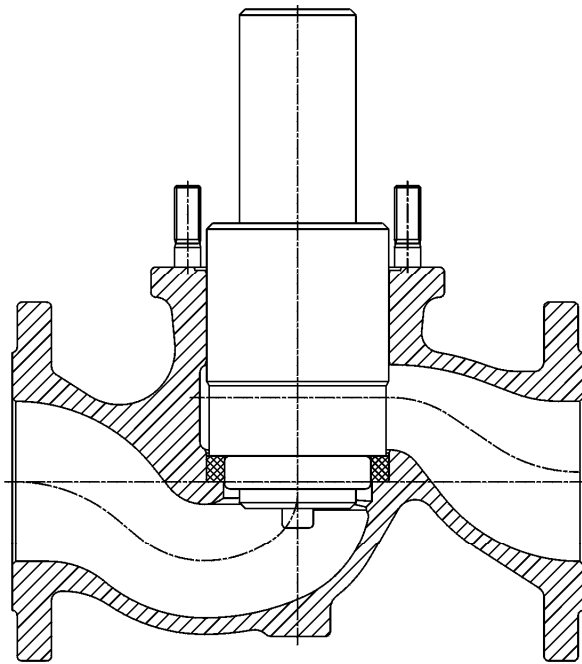
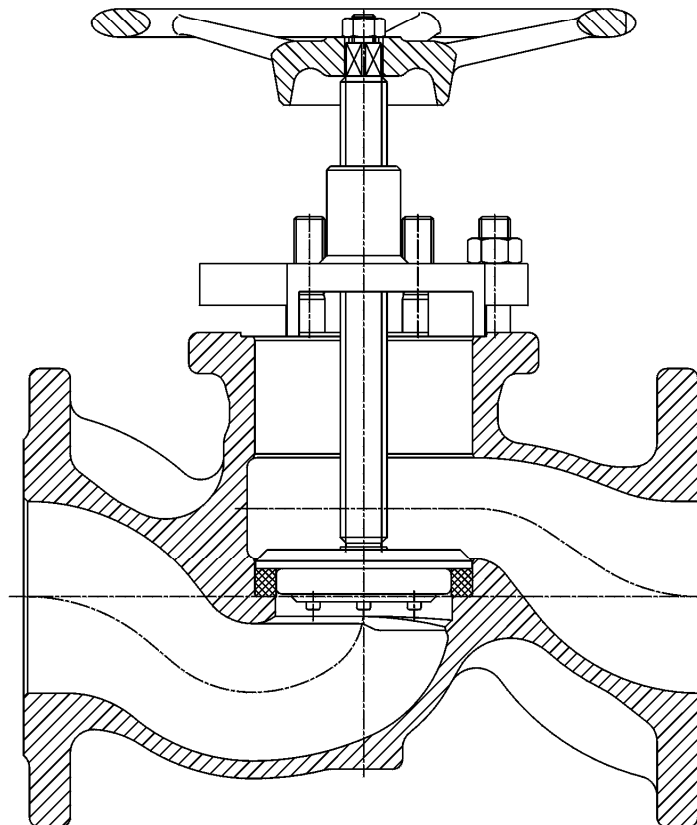

Bild 6
Bild 7
- *Montage des unteren Ventilringes (Pos. 14) mittels Montierwerkzeug (für DN 65- 200 siehe Bild 6, für DIN 100 – 200 siehe Bild 7)*